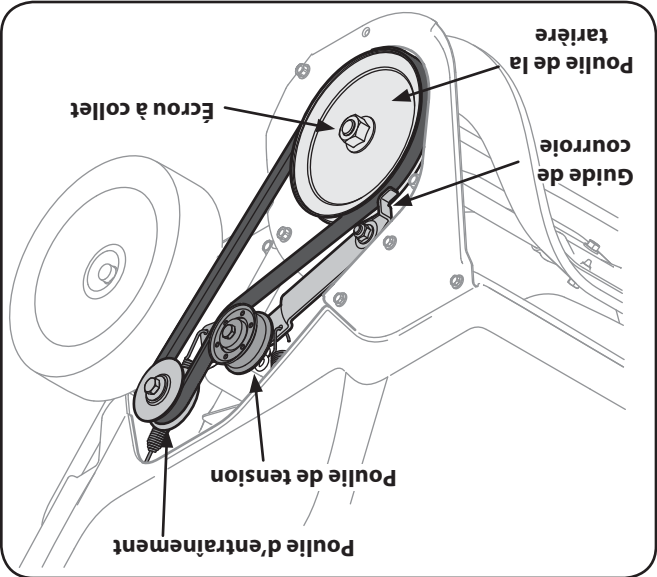

Figure 7-3
- 7. Pour remplacer la courroie, suivez les instructions ci-dessous et consultez la Fig. 7-3.
- a. Faites passer la courroie sur la poulie d'entraînement et sous la poulie de tension. Voir la Fig. 7-3.